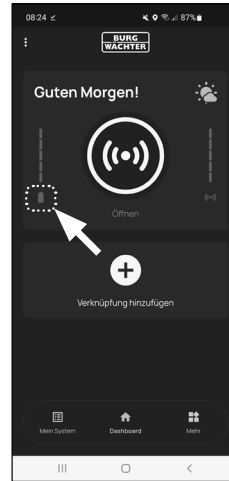

Abb. 6
**! Tipp:** Wir empfehlen Ihnen, immer gleichzeitig die Batterien in Zylinder und Tastatur zu tauschen. Sie haben allerdings jederzeit auch die Möglichkeit, den Batteriestatus des Zylinders gesondert zu prüfen. Der aktuelle Batteriestatus wird Ihnen im Hauptschirm der BURGsmart App angezeigt (Abb. 6).